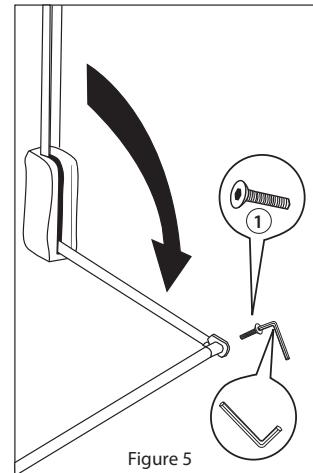
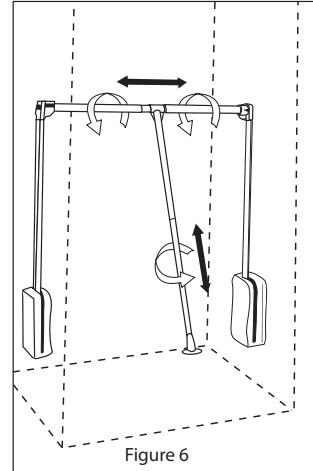

Figure 5
Figure 6
7. Pull down the arm of the unit and place the plastic bracket on the end of both arms. Insert the telescopic hanging rod into one side and secure with hex head bolt (1) (See figure 5). Twist as shown in figure 6 to adjust hanging rod; attach the other side in the same manner.
7. Baisser le bras de l'unité et placer le support en plastique au bout de chaque bras. Insérer la tringle télescopique suspendue sur un côté et la fixer avec un boulon hexagonal (1). (Selon la Figure 5). Faire tourner la tringle pour l'ajuster suivant la Figure 6. Attacher l'autre côté de la même façon.
8. Push button and slide up and down as shown in figure 6 to adjust the length of the handle.
8. Suivant la Figure 6, faire tourner pour ajuster la longueur de la poignée.